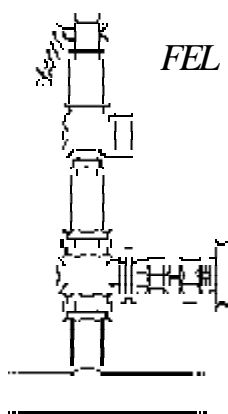

Fig. 2
- 5.3** Det ska inte finnas någon ventil eller något annat monterat som kan störa ventils drif, det får t.ex. inte finnas risk för isolering av säkerhetsventilen (Fig. 2).